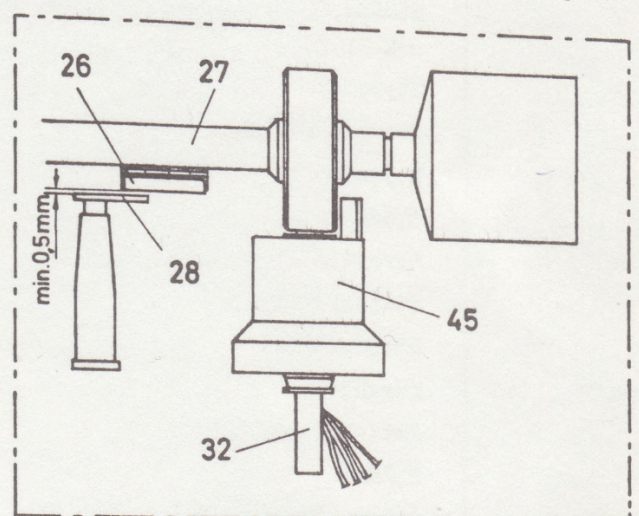
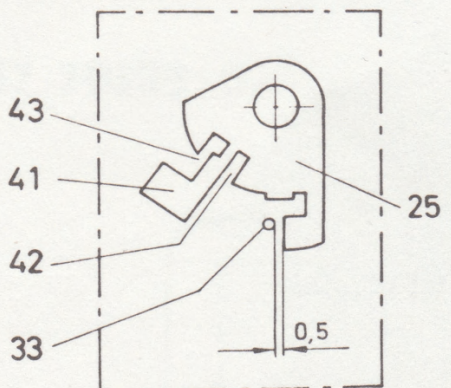
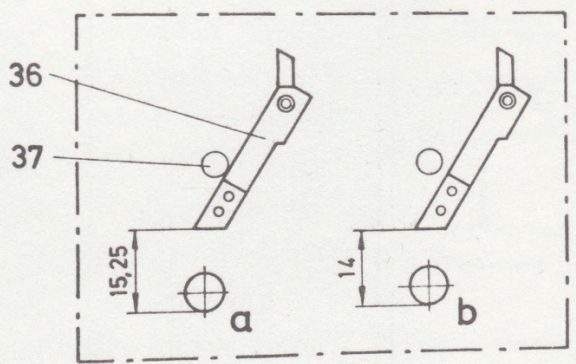
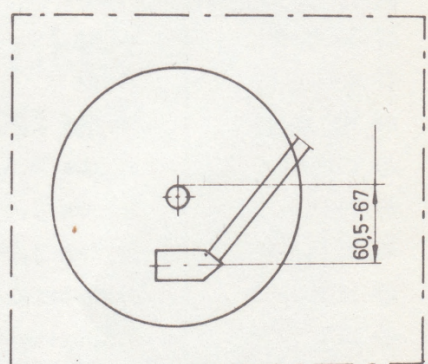

Fig. 8
Fig. 9
Fig. 10
Fig. 11
- Inställning efter mått fig. 9.
Manöverarmen (25) vrids på tonarmsaxeln (32) fig. 8 så att på fig. 9 angivet spel erhålles mellan manöverarmen och stång 3 (33).
Anslagsarmen (36) hålles an mot stopptapp (37), varvid mått enligt fig. 10 a skall innehållas. Justering sker genom bockning av stopptappen.
Tonarmsläget 60,5 - 67 mm mått enligt fig. 11, där automatstoppet skall börja verka, justeras enligt följande:
Tonarmen föres nu sakta in mot skivtallrikscentrum och anslagsarmen (36) iakttages. När denna rört sig till läge enligt fig. 10 b skall avståndet enligt fig. 11 vara 60,5 - 67 mm. Avståndet justeras, om så behövs, genom att anslagstungan (41) fig. 9 på manöverarmen (25) med en lämplig skruvmejsel, placerad i aktuellt justerspår (42) eller (43), bockas över åt avsett håll. Hamnar nålen längre in mot centrum och måttet 60,5 således underskrides, bockas tungan (41) med mejseln i spår (42) något inåt. Överskrides mått 67, bockas tungan utåt med mejseln i spår (43). Obs! Manöverarmen (25) får vid justeringen av anslagstungan (41) inte påverkas så att den ändrar sitt inställda läge på axeln (32) fig. 8.
### Inställning av tonarmens stopplägen fig.8
Drivtallriken monteras och automatstoppet kontrolleras med pålagd grammofonskiva. Om så erfordras kan avståndet 60,5 - 67 fig. 11 finjusteras på manöverarmen (25) fig. 9 enligt tidigare beskrivning utan att drivtallriken behöver borttagas.